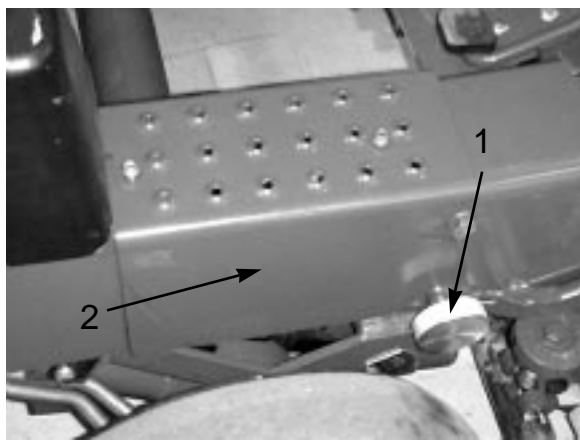

図 4
5. ハンドルアームをノッチに合わせ、ノブとピンで固定する(図 4)。
6. 右側ステップをフレームに取り付ける（セルフタップ・ネジ2本：図4）。